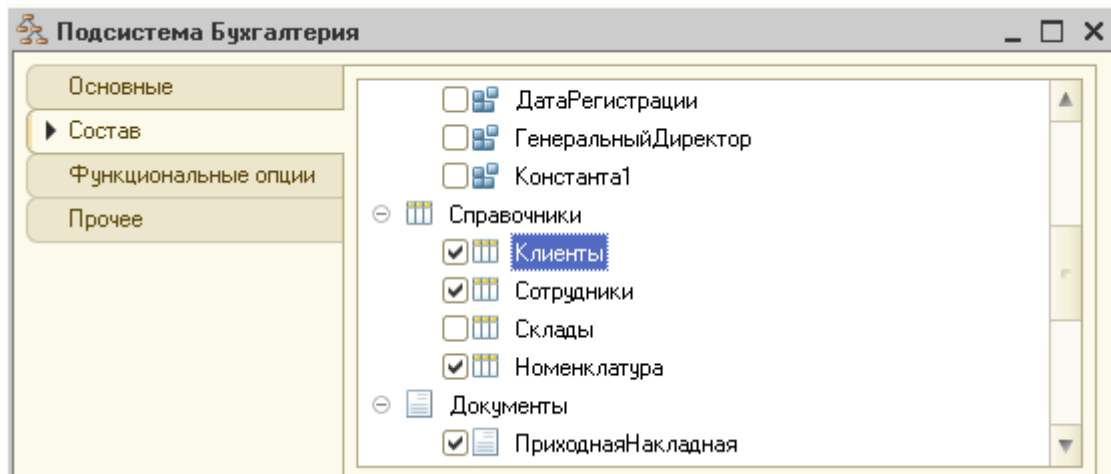

Рисунок 22 Вкладка «Состав» подсистемы «Бухгалтерия»
- Проверьте наличие ссылки в составе подсистемы «Бухгалтерия» на справочник «Клиенты». Для этого сделайте двойной щелчок мыши по подсистеме «Бухгалтерия», вкладка «Состав», напротив «Клиенты» должна стоять галочка (рис. 22).